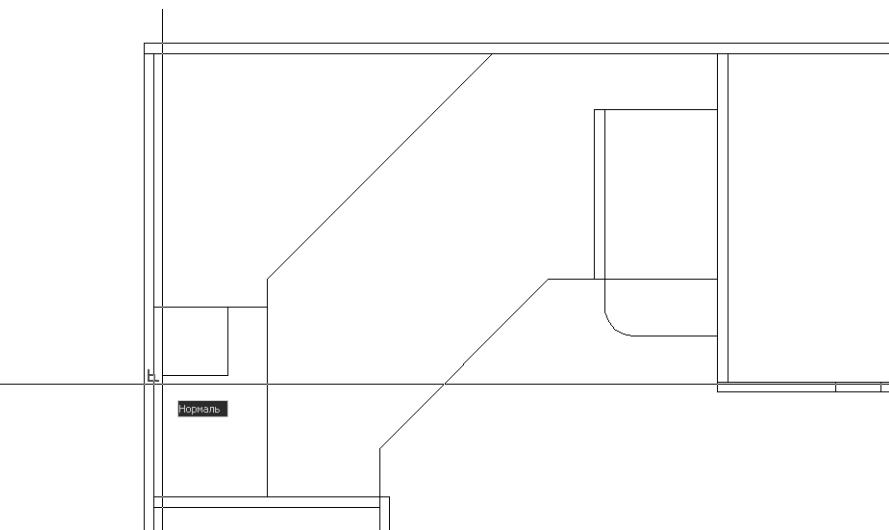

Рис. 5.4 ▼ Привязка второй точки третьего сегмента ломаной линии, вычерчиваемой в режиме **OPTO** (ORTHO), к точке падения перпендикуляра
11. Для завершения контура полочки нужно начертить лишь третий сегмент. Снова включите режим привязки **Нормаль** (Perpendiculaar) и, как показано на рис. 5.4, завершите черчение, щелкнув на распознанной AutoCAD точке падения перпендикуляра, а затем нажав **Enter** для завершения команды **Отрезок** (LINE).